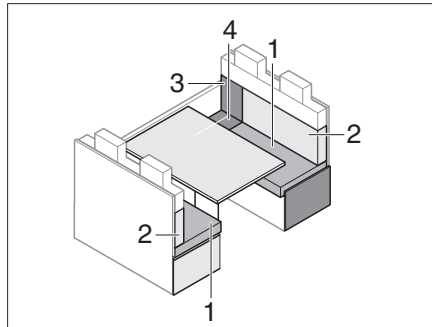

Bild 196 Före ombyggnaden
- Ta bort ryggdynan (Bild 196,2) och lägg den åt sidan.